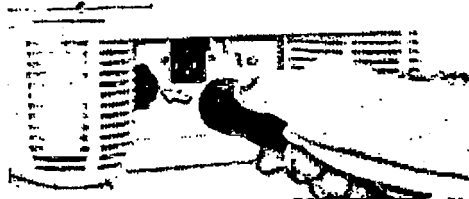

Figura 3-3. Conexión del aplicador Diamondpolar
2. Conecte el cable del aplicador Diamondpolar en su conector correspondiente ubicado en el panel de servicio del sistema, como se muestra en la Figura 3-3.